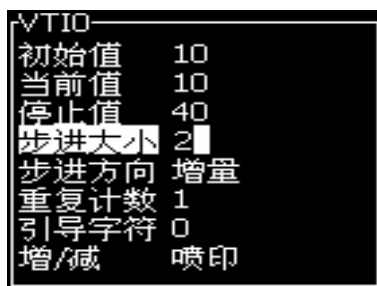

图 5-38: 新建计数器对话框
- 4 按 *Enter* 键打开计数器对话框进行计数 (参见图 5-38)。
- 5 在 *Counter Configuration* (计数器配置) 对话框中, 为所有的字段设置值 (请参阅图 5-38)。